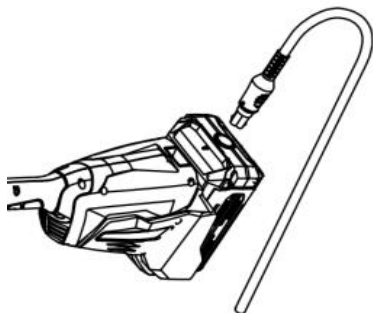

Fig.6
3. Connectez et débranchez la batterie avec l'outil (Fig 6).